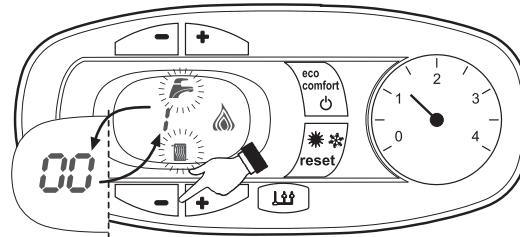

Рис. 18. Режим TEST
- 2) Включите на котле режим «Тест» (см. рис. 18), для чего: